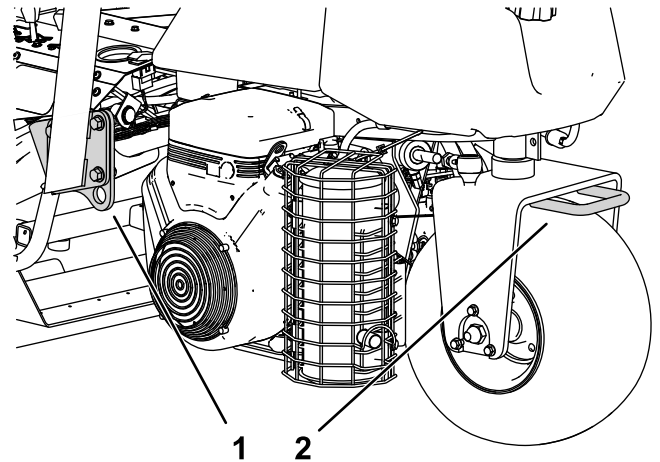

Figura 25
- Amarre la máquina firmemente con correas, cadenas, cables o cuerdas. Tanto la correa delantera como la trasera deben orientarse hacia abajo y hacia fuera respecto a la máquina (Figura 25).